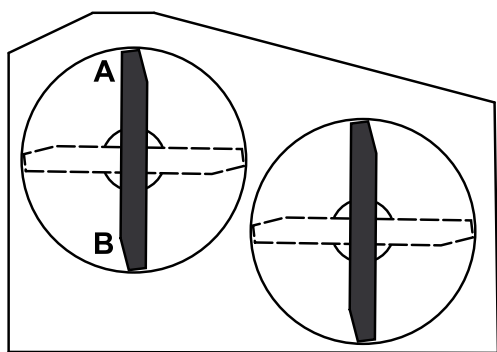

**Figura 55**
4. Misurate l'altezza del telaio portante al punto **A** (Figura 55).
5. Misurate l'altezza del telaio portante al punto **B** (Figura 55).